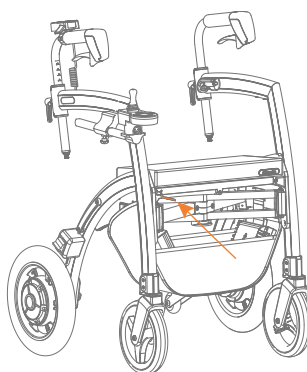
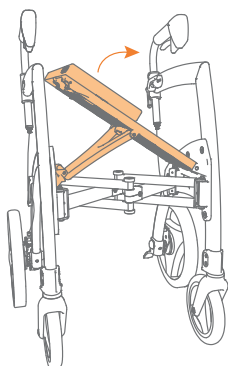

Abbildung 14: Drücken Sie den roten Griff, während Sie den Sitz anheben.
Abbildung 15: Heben Sie den Sitz ein Stück an.
d. Drücken Sie den roten Entriegelungsgriff unter den Sitz (**Abbildung 14**) und heben Sie den Sitz ein Stück an (**Abbildung 15**).